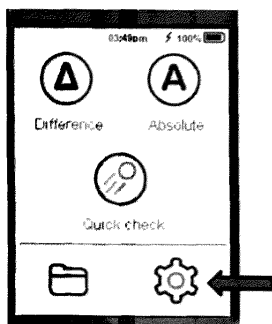
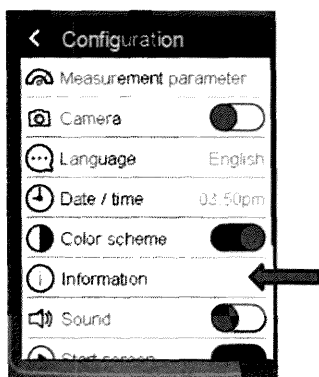
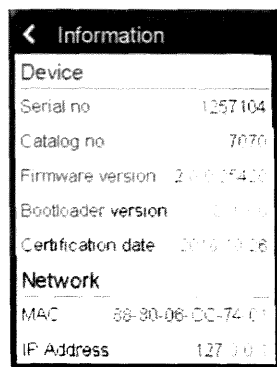
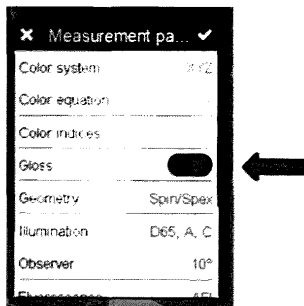

Рисунок 3
Рисунок 6
Рисунок 7
Рисунок 12
При необходимости возможно провести калибровку спектрофотометра вручную. Для этого необходимо использовать калибровочный белый стандарт из комплекта спектрофотометра. На экране прибора нажмите значок [] (рисунок 3), откроется экран «Configuration», далее выберите строку «Calibration» > «Calibrate on white standard» (рисунки 4, 5).
8.3.1 Для вывода на экран идентификационных данных программного обеспечения spectro2guide нажать значок [] (рисунок 3), откроется экран «Configuration» (рисунок 6), далее выберите строку «Information», откроется экран с идентификационным номером программного обеспечения «Firmware version» (рисунок 7).
Нажмите значок [] (рисунок 3), откроется экран «Configuration» (рисунок 6), далее выберите строку «Measurement Parameters» (рисунок 6), появится экран «Standard» (рисунок 8)
8.4.1.3 Для проведения измерений на экране прибора нажмите на значок [A] (рисунок 3). Откроется экран готовности к измерению.
8.4.2.2 Нажмите значок [☆] (рисунок 3), откроется экран «Configuration» (рисунок 6), далее выберите строку «Measurement Parameters». В открывшемся меню выберите параметр «Gloss» (рисунок 12), подтвердите выбор, нажав на галочку в правом верхнем углу.